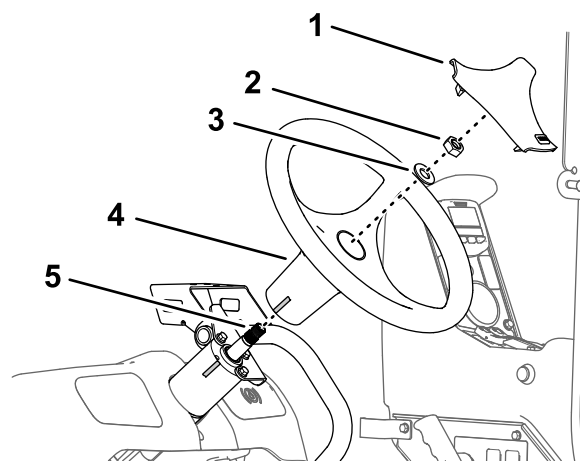

Figure 165
2. Fixez le volant sur l'arbre de la valve de direction (Figure 165) avec la rondelle (5/8") et l'écrou (5/8") que vous avez retirés à l'opération 3 de Dépose du volant (page 78).
1. Alignez le ruban de repérage du volant et le ruban de repérage sur le boîtier de la valve de direction (Figure 165).